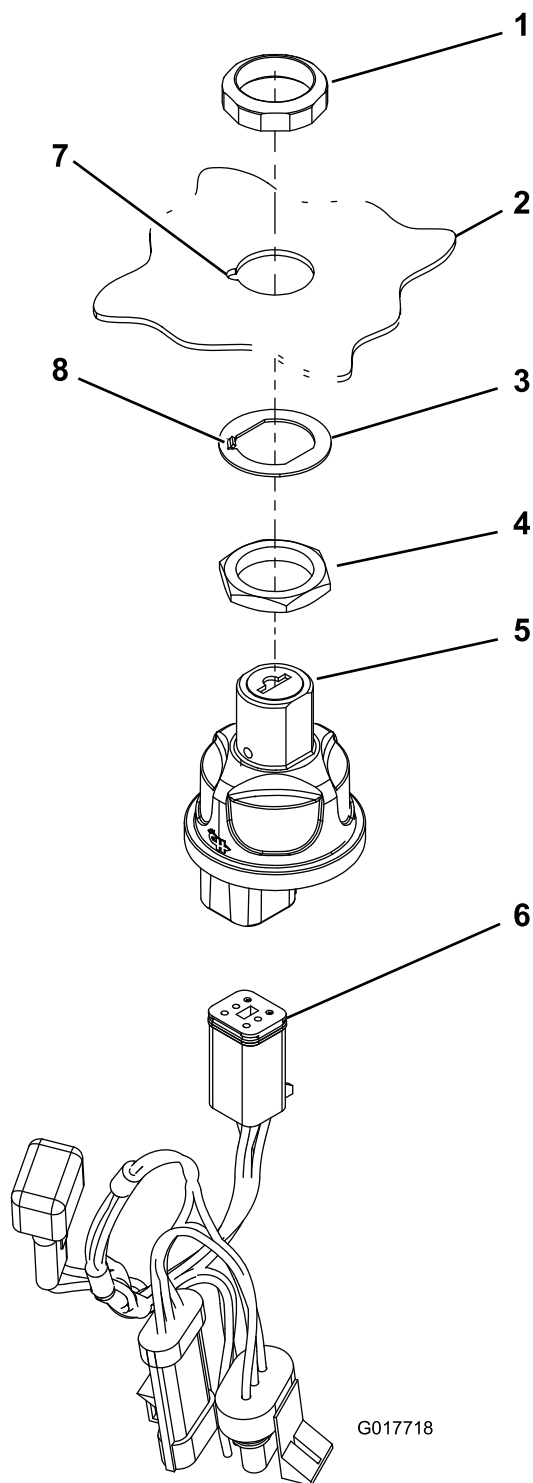

Figura 2
8. Instale o novo conjunto de ignição como se mostra em Figura 2.
Nota: Certifique-se de que alinha a patilha na anilha com a ranhura do painel de controlo (Figura 2).
10. Ligue o conector de cablagem da nova ignição à nova ignição (Figura 2).
9. Ligue a cablagem da nova ignição (Figura 2) ao conector na cablagem existente que estava ligada à ignição antiga.